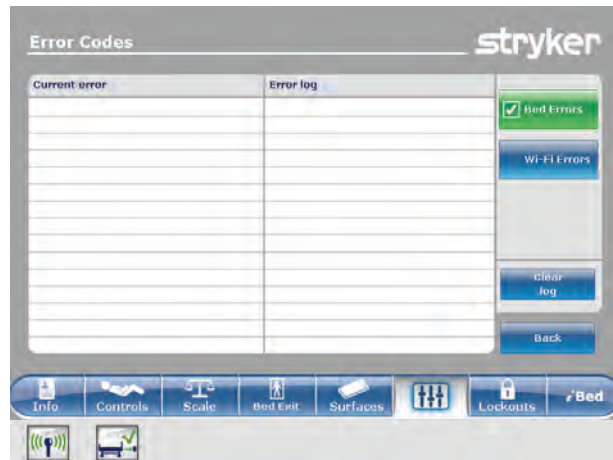

Figure 2-92 : Codes d'erreur
**Error Codes** (Codes d'erreur) : Affiche les erreurs actives en cours ainsi que le journal des erreurs (Figure 2-92 à la page 2-90). Consulter le manuel d'entretien du lit **InTouch** pour obtenir les définitions des codes d'erreur.